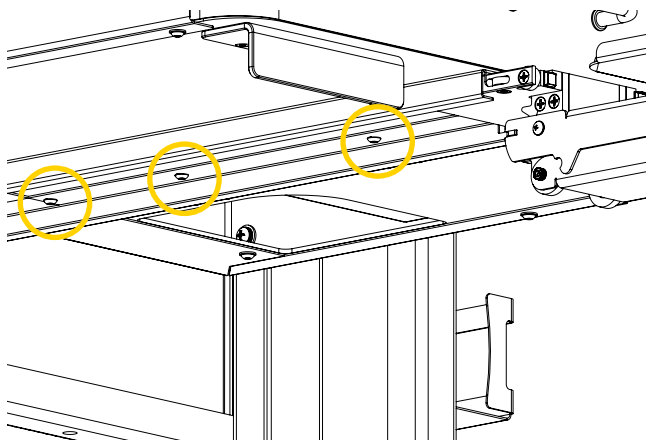

Figure 17: Serrage des vis sous le rail du côté droit du mécanisme coulissant en 2-parties (1 de 2)
- F. Tirer le plateau pour clavier horizontalement pour le rétracter pour atteindre les trois (3) premières vis situées sous le rail du côté droit du mécanisme (Figure 17), puis serrer les vis à l'aide d'une clé 1/8 po.